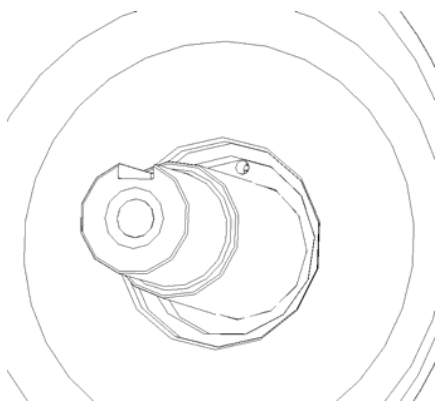

Figura 15: ESP sem bloqueio contra rotação
1) O bloqueio contra a rotação para o contra-anel no suporte de vedação só é necessário para a instalação do selo mecânico HJ 977 com o tipo de bomba CSP (figura 16)! Para a instalação do selo mecânico MG12 com o tipo de bomba ESP, nenhum pino de bloqueio é montado (figura 15), uma vez que irá prejudicar a função da vedação.